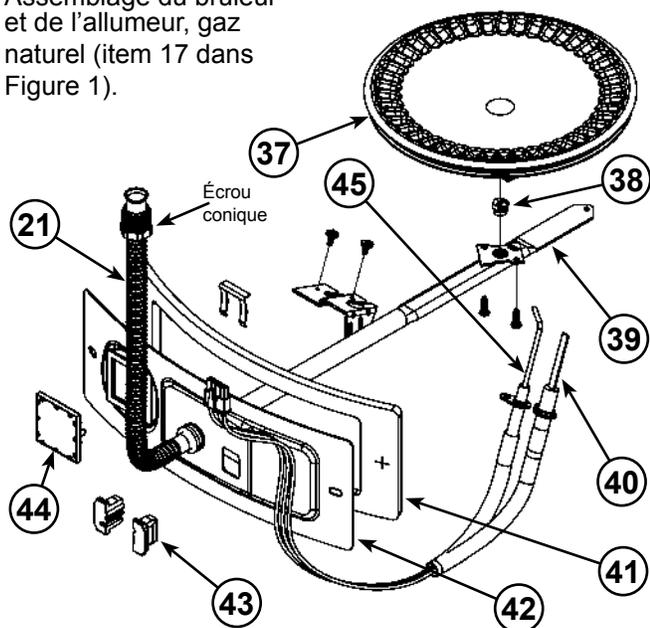
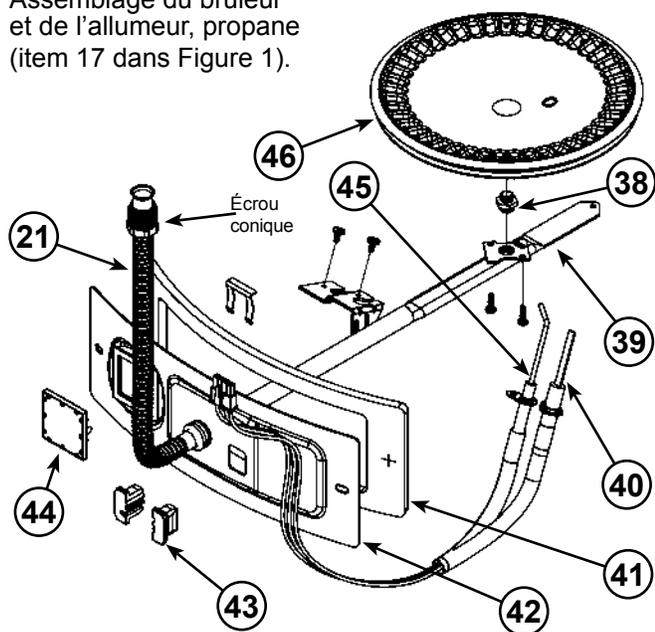
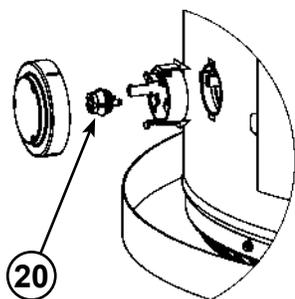
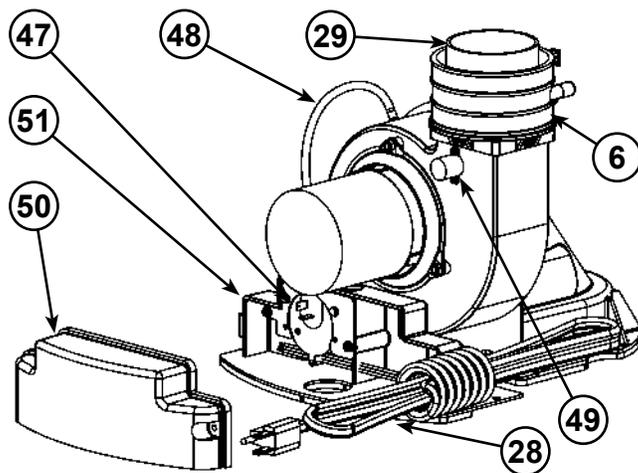

Figure 3
Figure 4
Figure 5
Figure 6
| 2 *Conduit d'évacuation | (voir Figure 3 (gaz nat.) ou Figure 4 (propane)) | 37 Brûleur en aluminium (voir Figure 3) |
| 3 *Accouplement du conduit d'évacuation (si requis) | 18 *Drain de plancher | 38 Orifice de gaz (voir Figure 3) |
| 4 Conduit d'évacuation en CPVC (1,5 m (5 pi) fourni) | 19 *Bac d'égouttement en métal | 39 Collecteur (voir Figure 3) |
| 5 *Coude du conduit d'évacuation (long rayon) | 20 Détecteur de vapeurs inflammables (sous couvercle) (voir Figure 5) | 40 Allumeur à élément chauffant (voir Figure 3) |
| 6 Collier de serrage (voir Figure 6) | 21 Tube flexible du collecteur (voir Figure 3) | 41 Joint d'étanchéité, porte du collecteur (voir Figure 3) |
| 7 Soupape T&P | 22 *Collecteur de sédiments | 42 Porte du collecteur (voir Figure 3) |
| 8 **Raccord d'alimentation pour chauffage combiné (optionnel) | 23 *Raccord-union (alim. en gaz) | 43 Bloc passe-fil et étrier (voir Figure 3) |
| 9 Raccord entrée d'eau froide/tube d'immersion | 24 *Robinet d'arrêt manuel du gaz | 44 Regard (voir Figure 3) |
| 10 * Tuyau d'écoulement | 25 *Alimentation en gaz | 45 Détecteur de flammes (voir Figure 3) |
| 11 Commande du gaz/thermostat (Honeywell) | 26 Déflecteur de cheminée | 46 Brûleur en acier inoxydable (voir Figure 4) |
| 12 Commande du gaz électronique et couvercle (Honeywell) | 27 Plaque signalétique | 47 Pressostat (dans boîte de jonction (voir Figure 6)) |
| 13 **Raccord de retour pour chauffage combiné (optionnel) | 28 Soufflerie et cordon d'alimentation (voir Figure 6) | 48 Tube d'air (voir Figure 6) |
| 14 ***Harnais de câbles | 29 *Accouplement en caoutchouc (voir Figure 6) | 49 Limiteur de température, soufflerie (voir Figure 6) |
| 15 Robinet de vidange | 30 *Robinet d'arrêt manuel, eau froide | 50 Couvercle boîte de jonction (voir Figure 6) |
| 16 Porte d'accès externe | 31 *Raccord-union (eau) | 51 Boîte de jonction (voir Figure 6) |
Ce dispositif, situé sur la soufflerie (voir Figure 6, item 49), a pour fonction de limiter la température des gaz de combustion à la sortie de la soufflerie. Si la température monte au-dessus de la température de déclenchement, l'interrupteur s'ouvre et provoque l'arrêt du chauffe-eau. Cet interrupteur se réarme automatiquement quand la température redescend.
Ce dispositif, situé dans la boîte de jonction, surveille la pression de l'air générée par la soufflerie. Si le conduit d'évacuation se bloque ou est autrement restreint, cet interrupteur s'ouvre et provoque l'arrêt du chauffe-eau (voir Figure 6, item 47). Si l'arrêt n'a pas provoqué un verrouillage temporaire, le chauffe-eau se remet en marche dès l'élimination de l'obstruction (voir "Réarmement de la commande du gaz").